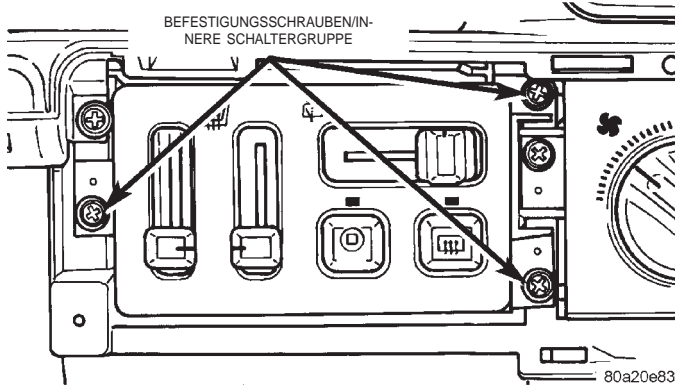

Abb. 10 Innere Schaltergruppe aus- und einbauen
(1) Abdeckung des Kombiinstruments wie in diesem Kapitel beschrieben von der Instrumententafel abbauen.
(2) Die beiden Schrauben lösen, mit denen die innere Schaltergruppe an der Instrumententafel befestigt ist (Abb. 10).